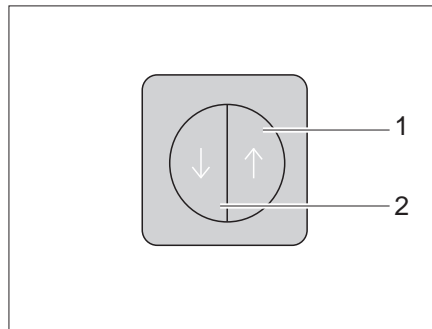

Fig. 17 Interruptor para bloqueo central de la línea de servicio de cocina
La línea de servicio de cocina está equipada con un bloqueo central. Las trampillas y los cajones del bloque de cocina se pueden bloquear y desbloquear manualmente con el interruptor (Fig. 17).
**Bloqueo** ■ Pulsar el interruptor (Fig. 17,2). Las trampillas y los cajones del bloque de cocina están bloqueados.
**Desbloqueo** ■ Pulsar el interruptor (Fig. 17,1). Las trampillas y los cajones del bloque de cocina están desbloqueados.